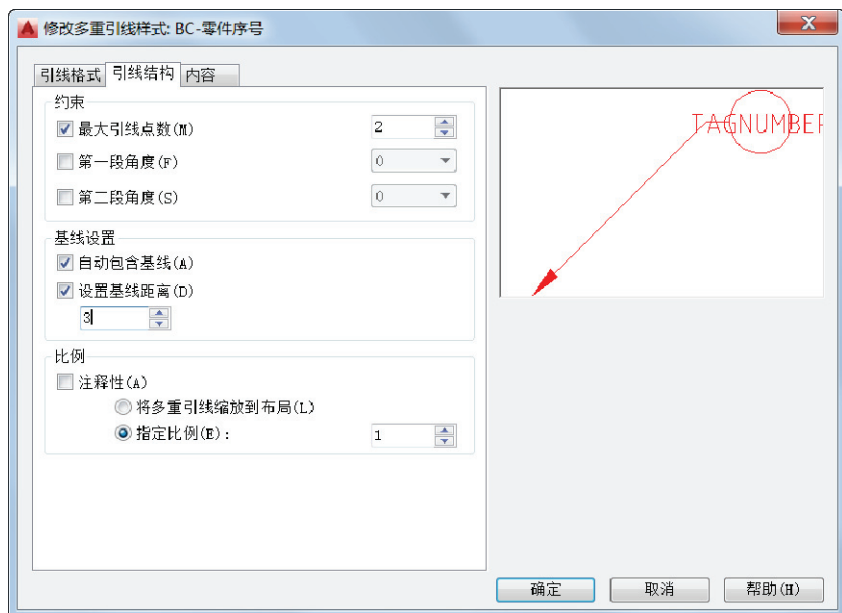

图 5-59 设置引线结构
5) 切换到“引线结构”选项卡,设置引线结构的“约束”“基线设置”和“比例”选项,如图 5-59 所示。